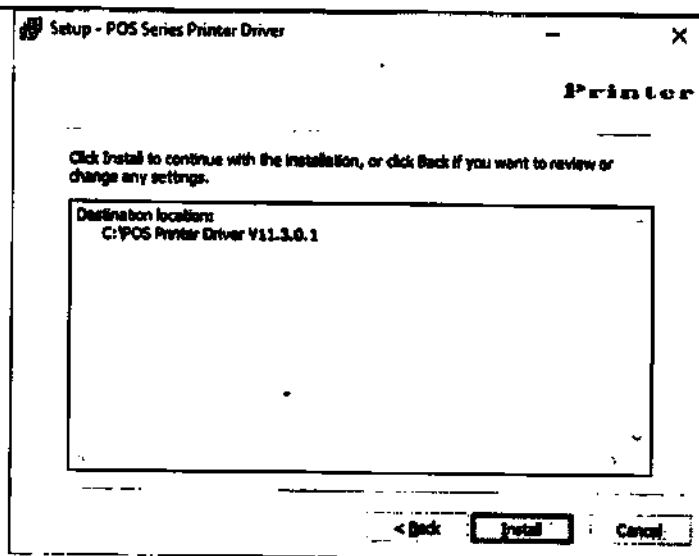

Рисунок 15
5. Проверьте выбранное расположение и путь к файлу, и нажмите «Next» (Рисунок 15).